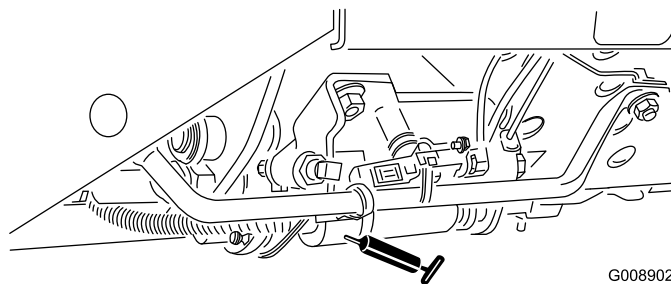

Figura 61
- Glisor pentru cosit/transport (Figura 61)